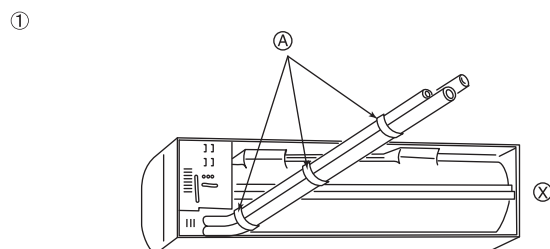

Fig. 3-4
① Tubagens da retaguarda, da direita e inferior (Fig. 3-4)